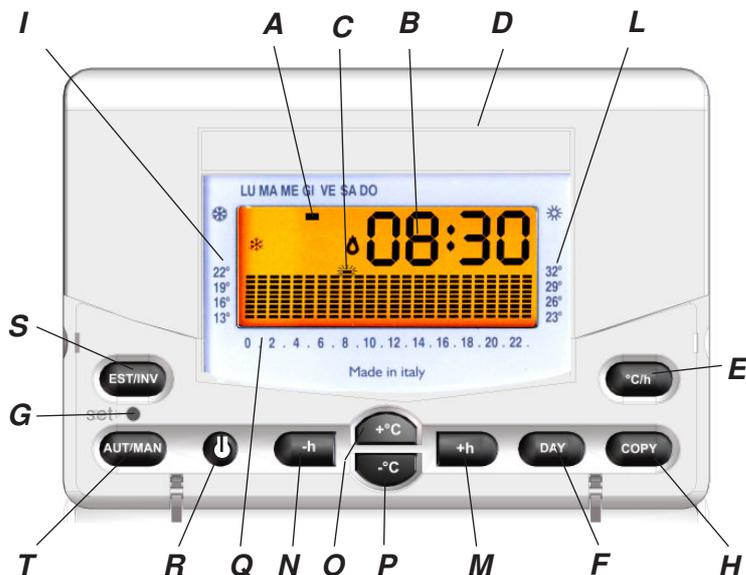

Fig.9
Particolare fondamentale del cronotermostato è il display grafico retroilluminato che presenta un diagramma composto da 24 colonne rappresentanti le ore della giornata; l'altezza di ogni colonna indica la temperatura programmata per quell'ora. Il segmento in alto a sinistra (A in Fig.9), in corrispondenza delle scritte sovrastampate, indica il giorno al quale si riferisce il programma. La temperatura programmata (B in Fig.9) viene visualizzata in alto a destra durante la programmazione ed è identificata dal lampeggio del giorno e del simbolo "C" indicante i °C.
Durante il funzionamento normale vengono visualizzati alternativamente, premendo il tasto °C/h (Fig.9), l'orario o la temperatura ambiente.
Easy Radio appena alimentato presenta un diagramma standard di utilizzo, mentre l'orologio parte dall'ora 00.00 di Lunedì (LU). Per modificare il programma standard portarsi al giorno desiderato mediante il tasto DAY (Fig.9) e variare il grafico giornaliero utilizzando i quattro tasti centrali disposti a croce. I tasti +h e -h (Fig.9) spostano il cursore orizzontalmente lungo l'asse delle ORE, mentre i tasti +°C e -°C (Fig.9) variano la temperatura impostata.
- Premendo il tasto DAY (F in Fig.9) si passa al giorno seguente visualizzando il programma memorizzato (se non esiste verrà visualizzato il grafico standard) che potrà essere modificato come descritto precedentemente.
Terminata la programmazione dell'intera settimana non resta che aggiornare l'ora ed il giorno premendo, mediante uno strumento appuntito, il tasto SET. (Fig.9).
Da questo momento **Easy Radio** inizia il suo regolare funzionamento indicando ogni inserimento del carico (riscaldamento o condizionamento) mediante l'accensione del simbolo della fiamma sul display (Fig.9).
Premendo il tasto AUT/MAN (Fig.9) il cronotermostato entra nel funzionamento manuale spegnendo il grafico (che rimane memorizzato) e accendendo il simbolo della mano (Fig.9). Ora **Easy Radio** si comporta come un semplice termostato ambiente dove la regolazione avviene impostando la temperatura con i tasti +°C e -°C (O, P in Fig.9). La temperatura impostata, leggibile sul display, verrà mantenuta fino a che non si uscirà dal funzionamento manuale, ripremendo il tasto AUT/MAN (modo di funzionamento automatico).
Premendo per due secondi il tasto **OFF** (R in Fig.9) si spegne il cronotermostato. **Easy Radio** disattiverà le funzioni relative ai programmi impostati, che rimarranno comunque memorizzati, e visualizzerà alternativamente la scritta OFF con l'ora attuale o la temperatura rilevata.
Nel caso ci fosse la necessità di annullare il programma inserito (per esempio dopo una prova di programmazione) premere contemporaneamente i tasti **AUT/MAN** e **COPY** (T, H in Fig.9) per circa due secondi; **Easy Radio** riparte con l'inizializzazione descritta in precedenza.